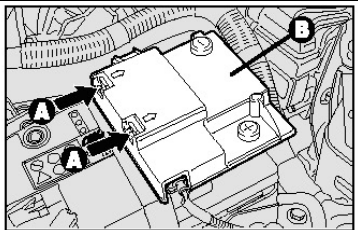

рис. 62
- нажмите на удерживающие пружины **A** – рис.62 и снимите защитную крышку **B**;